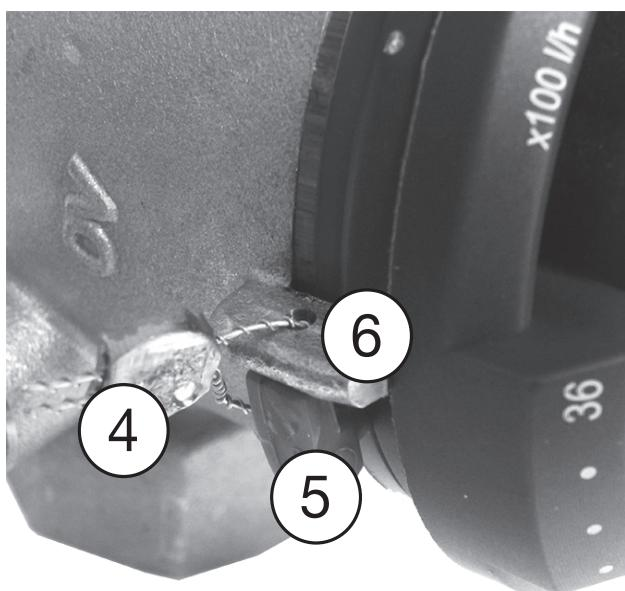

Fig. 12: Sauvegarde du préréglage
- 1 Enlever la bague de blocage (3).
- 2 Appuyer sur la poignée manuelle (2) et la tourner jusqu'à ce que le marquage de la valeur de consigne (1) pointe sur la valeur de débit souhaitée (la poignée manuelle se remet ensuite en place dans la denture).
- 3 Remontrer la bague de blocage (3).
En option, la bague de blocage (5) peut être plombé au niveau du marquage de la valeur de consigne (6) à l'aide du jeu de plombage (4) (accessoire, réf. 1089091) (voir Fig. 12)